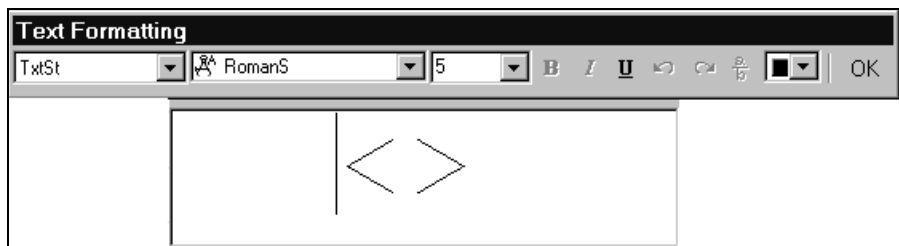

Рис. 11.3. Редактор многострочного текста после вызова опции **Mtext**
4. Введите опцию **Mtext** (Мтекст) и нажмите клавишу <Enter>. Появится редактор многострочного текста (рис. 11.3). Угловые скобки <> показывают, что будет проставлен размер, измеренный AutoCAD.
10. Введите опцию **Mtext** (Мтекст) и нажмите клавишу <Enter>. Появится редактор многострочного текста, в котором будут выведены угловые скобки (см. рис. 11.3). Угловые скобки (<>) показывают, что будет представлен размер, измеренный AutoCAD, с допуском, определяемым переопределенным стилем.
5. Введите опцию **Mtext** (Мтекст) и нажмите клавишу <Enter>. Появится редактор многострочного текста (см. рис. 11.3). Угловые скобки показывают, что будет проставлен размер, измеренный AutoCAD.